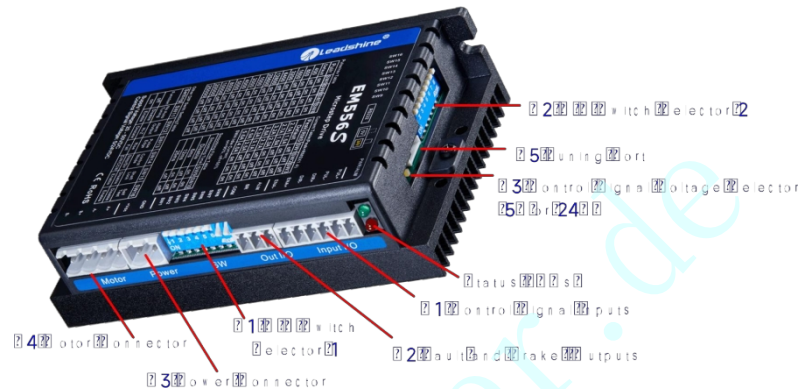

Abbildung 2 Anschlüsse, DIP-Schalter und LED-Positionen
ENA+	(7) Die Werkseinstellung der Steuersignalspannung beträgt 24 V; bei 5 V muss S3 (Abbildung 2) eingestellt werden. Enable-Anschluss: Optional. (1) Optisch isoliert, differentiell.
ENA-	(2) Deaktivieren Sie den Antrieb über den 4,5–5,0 V- oder 24 V-Eingang; aktivieren Sie den Antrieb über den 0–0,5 V-Anschluss (standardmäßig kein Anschluss). (3) Das ENA-Signal erfordert im Einzelimpulsmodus ein vorangehendes DIR-Signal von mindestens 5 µs (4) Die Standard-Steuerspannung beträgt 24 V; bei 5 V muss S3 (Abbildung 2) eingestellt werden
Der DM556 kann über den P1-Stecker (Abbildung 2) differentielle oder single-ended-Steuersignale (Impuls, Richtung und Freigabe) im Open-Collector- oder PNP-Anschluss empfangen. Es wird empfohlen, einen EMI-Leitungsfilter zwischen der Stromversorgung und dem Antrieb einzubauen, um die Störfestigkeit des Antriebs in störungsbehafteten Umgebungen zu erhöhen.
Der erste 8-Bit-DIP-Schalter befindet sich an der Seite (DIP-Schalter 1 in Abbildung 2) und dient zur Konfiguration der Mikroschrittauflösung, des Ausgangsstroms und des Motorstillstandsstroms, wie unten dargestellt. Die Werkseinstellung von SW1–SW8 lautet **OFF, OFF, OFF, OFF, OFF, OFF, ON, ON**.
Der zweite 8-Bit-DIP-Schalter befindet sich auf der Oberseite (DIP-Schalter 2 in Abbildung 2) und dient zur Konfiguration der Einstellungen für die Filterzeit der Steuerbefehle, die automatische Motorkonfiguration, die Fehlerausgangsimpedanz, die aktive Impulsflanke, den Steuermodus, die Wellenarretierung und den Selbsttest, wie unten dargestellt. Die Werkseinstellung von SW1–SW8 lautet **AUS, AUS, AUS, EIN, EIN, AUS, AUS, AUS**.
Der dritte 1-Bit-Schalter befindet sich oben (DIP-Schalter 3 in Abbildung 2) und dient zur Konfiguration der Spannung der Steuersignale. Aus Sicherheitsgründen bei der optischen Kopplung beträgt die Werkseinstellung 24 V, wodurch der Anschluss von 2-k Ω -Widerständen wie bei den alten Antrieben entfällt, was die Handhabung vereinfacht. Wenn die Spannung des Steuersignals 5 V beträgt, muss S3 auf 5 V eingestellt werden; andernfalls funktioniert der Motor nicht.